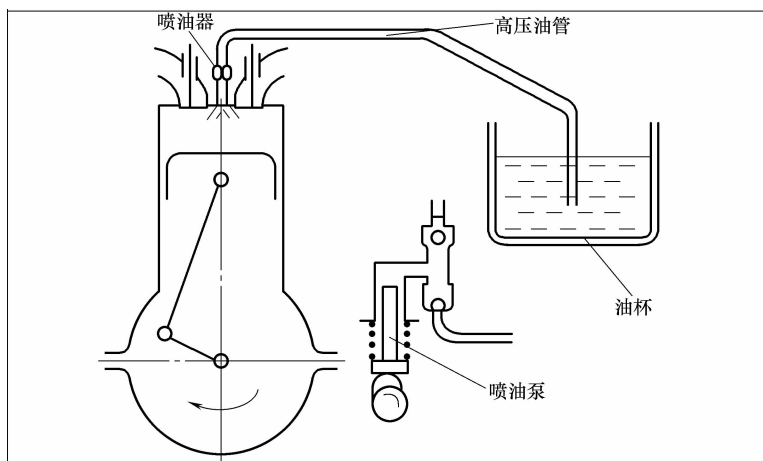

图 1-54 喷油器的密封性检查
(2) 就车检查喷油器密封情况 拆下靠喷油泵一端的高压油管,插入盛有油的杯中,使柴油机空转,若油杯中有气泡冒出,说明针阀偶件不密封,如图1-54所示。